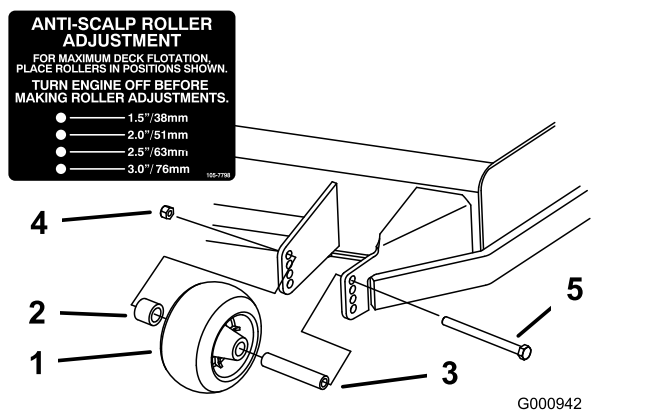
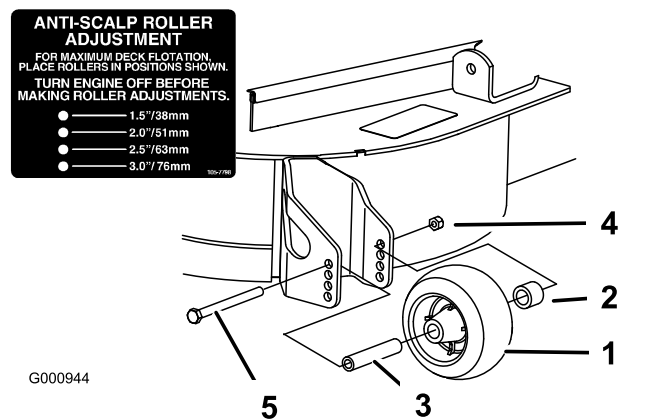
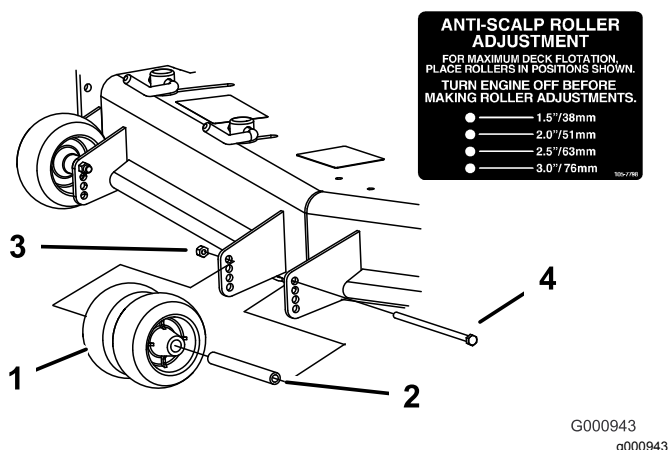

Figura 30
Figura 32
Figura 31
3. Remova os rolos antidanos como se mostra na Figura 30, Figura 31 e na Figura 32.